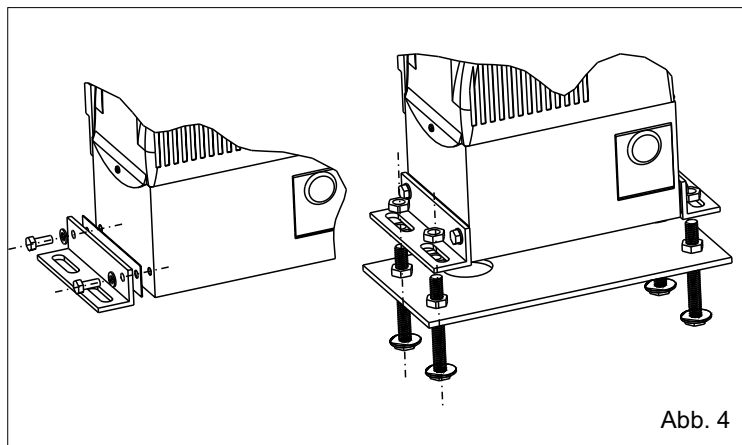

Abb. 4
4.1. Die seitlichen Befestigungsecken mit den mitgelieferten Schrauben (Abb. 4) an den Untersetzungsantrieb befestigen.
4.2. Den Antrieb an die Grundplatte befestigen und dabei die Seitenposition und seine Höhe einstellen (Abb. 4 - Abb. 5) entsprechend der in Abb. 2 angegebenen Masse.